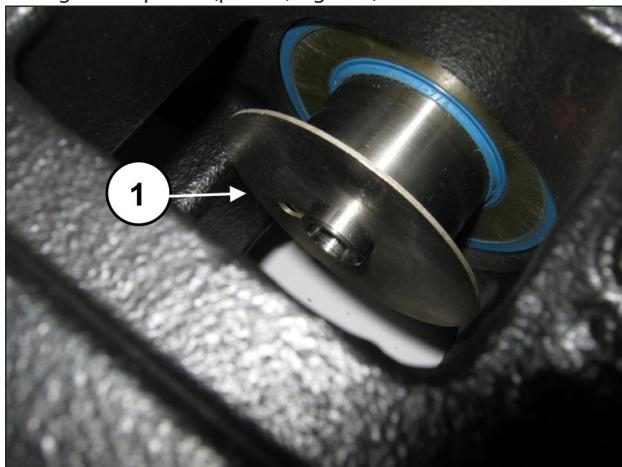

Fig. 182
Colocar los protectores contra salpicaduras en el alojamiento de la guía del pistón (pos. ①, Fig. 182).